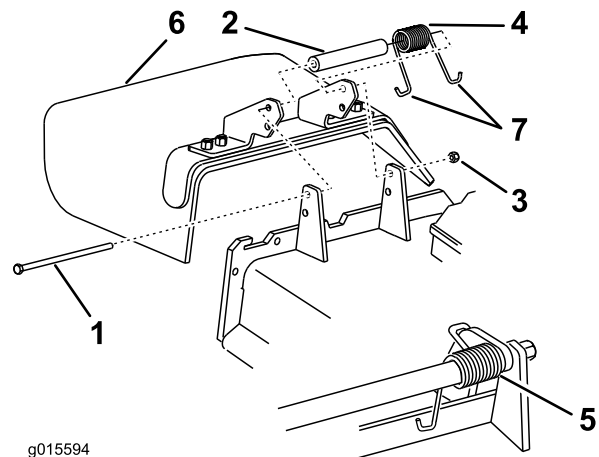

Figura 102
1. Retire la contratuerca, el perno, el muelle y el espaciador que sujetan el deflector a los soportes de pivote (Figura 102).
2. Retire el deflector de hierba dañado o desgastado (Figura 102).
Nota: Asegúrese de colocar el extremo en J del muelle detrás del reborde de la carcasa antes de instalar el perno, según se muestra en Figura 102.
6. Coloque el gancho en J del muelle alrededor del deflector de hierba (Figura 102).